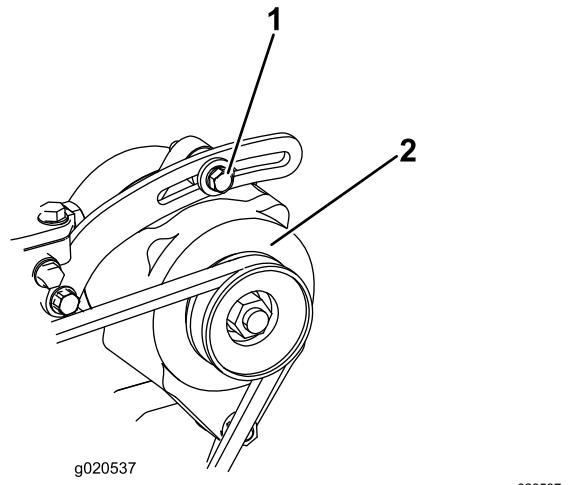

Figura 85
Controllate lo stato e la tensione della cinghia (Figura 85) ogni 100 ore di servizio.
2. Se l'inflessione non è di 10 mm, allentate i bulloni di fissaggio dell'alternatore (Figura 85). Aumentate o riducete la tensione della cinghia dell'alternatore e serrate i bulloni. Controllate di nuovo l'inflessione della cinghia per accettare che sia esatta.